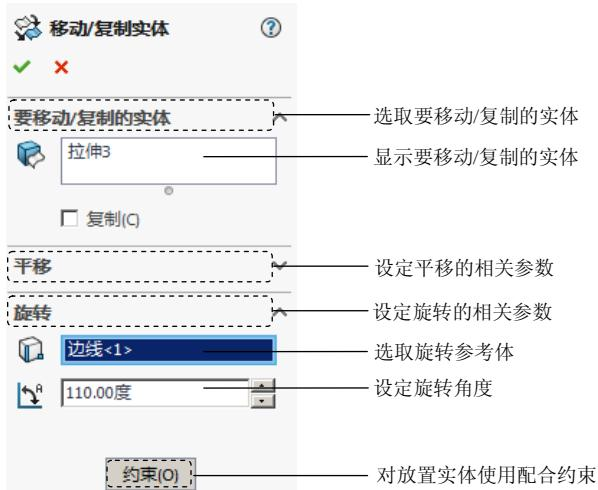

图 5.18.7 “移动/复制实体”对话框
Step5. 定义旋转角度。在如图 5.18.7 所示的“旋转”区域的 文本框中输入数值 110.00。